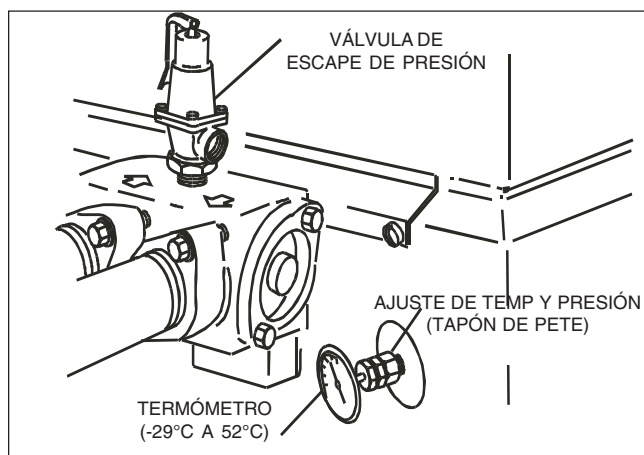

Figura 14. Ubicación del termómetro y de la válvula de escape.
1. Remueva el tapón metálico de 19 mm de la tapa del calentador y atorníllelo a la válvula (ver Figura 14).
3. Reemplace el botón de drenado con un termómetro insertado en un adaptador de temperatura y presión (tapón de Pete) (ver Figura 14).